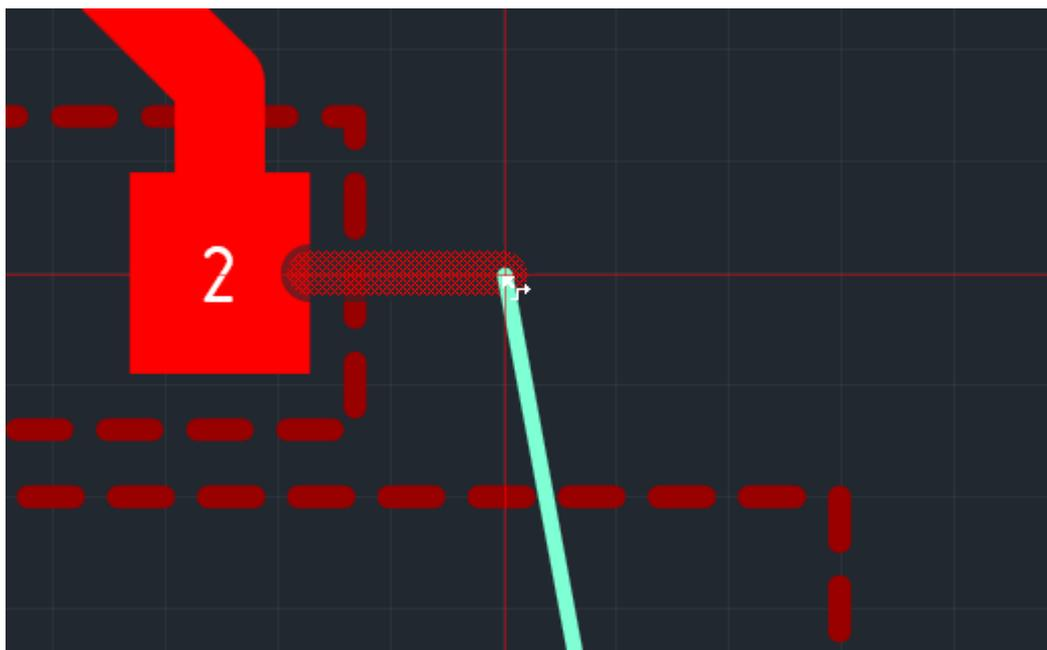

Рис. 38. Отображение возможного вида участка трека
1. Выбирается начало трека, после чего курсор переводится в произвольную точку. При этом на экране отображается возможный вид трека, предлагаемый трассировщиком, см. Рис. 38.